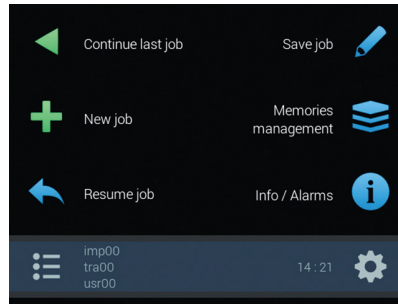

Fig. 226
- Sätt igång datorn (par. 1.2). Efter självdiagnostik visar datorn "Home"-skärmen, (Fig. 226).